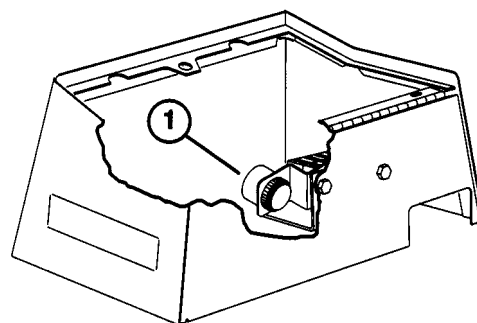

Fig. 22
- Quando si avvia la macchina, l'allarme (Fig. 22) emette un bip per indicare che tutto funziona correttamente. Se l'allarme non emette alcun suono, si consiglia di farlo controllare da un meccanico.